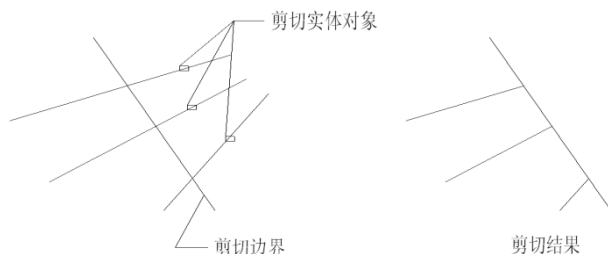

图 5-18 修剪图示
4. 在绘图区域选择要修剪的实体，回车或右键完成，如图 5-18 所示。